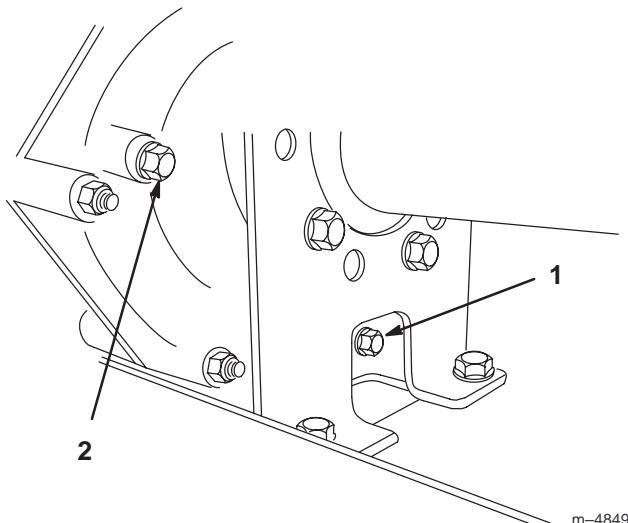
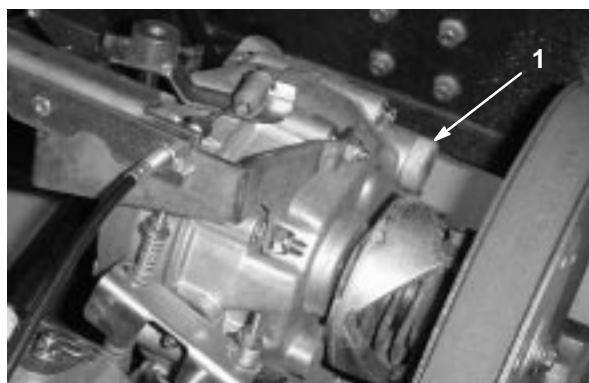

Bild 41
Bild 42
2. Entfernen Sie die Verschluss schraube aus der rechten Seite des Behälters (Bild 41) und lassen die Flüssigkeit in ein Auffanggefäß ablaufen. Schrauben Sie die Verschluss schraube wieder fest ein, wenn keine Flüssigkeit mehr ausströmt.
3. Füllen Sie den Behälter (Bild 42) mit ca. 1,4 l SAE 10W30 Motoröl oder so weit, dass der Ölstand die Unterseite des Prüflochs erreicht (Bild 41).